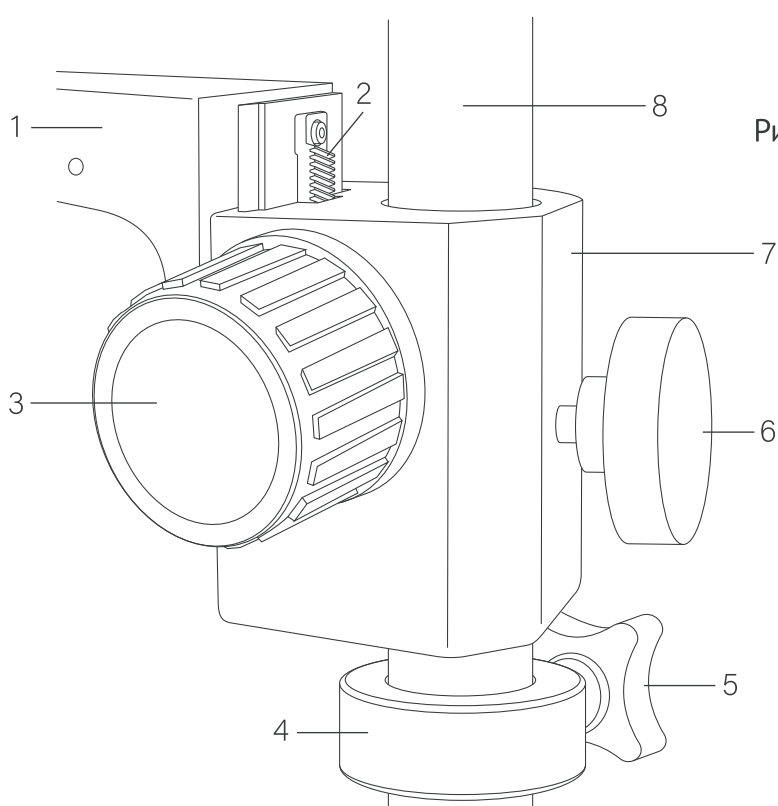

Рис. 4. Фокусирующий механизм.
- Придерживая оптическую головку микроскопа ослабьте маховик 5 ограничительного кольца 4 (рис. 4).
- Ослабьте маховик 6 (рис. 4) и поднимите оптическую головку микроскопа на высоту, соответствующую высоте объекта так, чтобы расстояние между предметом и блоком объективов примерно соответствовало рабочему расстоянию 8-9 см без использования оптических насадок.
- Зафиксируйте положение головки маховиком 6 (рис. 4).
- Поднимите ограничительное кольцо 4 (рис. 4) вплотную к кронштейну оптической головки и зафиксируйте маховик 5 (рис. 4).
- Закройте левый глаз и наблюдая в правый окуляр, медленно вращайте рукоятки фокусировки 3 (рис. 4) до получения резкого изображения объекта.